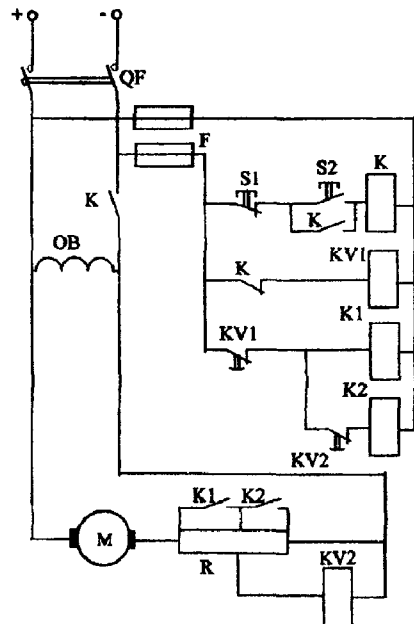

Рис. 3.19
- 4) рис. 3.19 – схема управления двигателем постоянного тока параллельного возбуждения с пуском в функции времени [5, с.507].